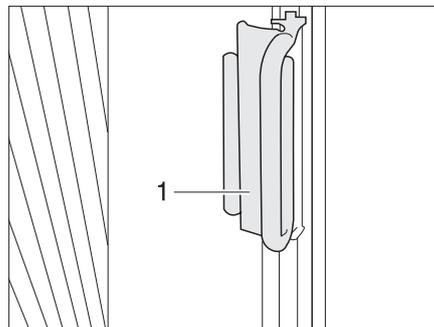

Bild 80 Griff faltverdunklung für die Frontscheibe
*Schließen:* ■ Die faltverdunklungen zu beiden seiten der Frontscheibe jeweils am Griff (Bild 80,1) fassen und vorsichtig zur mitte der Frontscheibe hin zuziehen, bis der Magnetverschluss die faltverdunklung geschlossen hält.